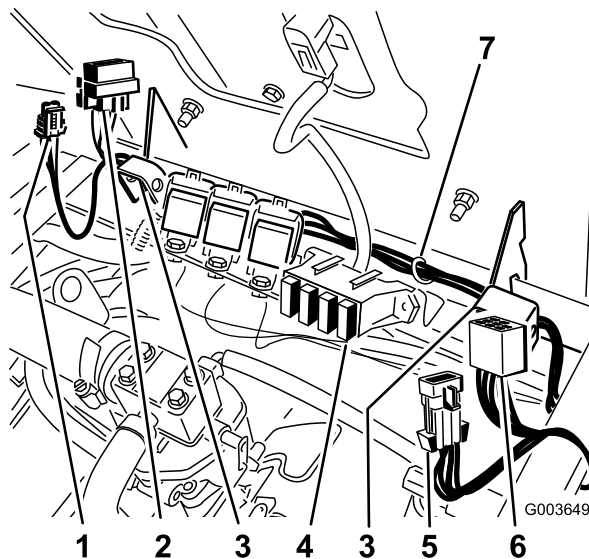

Рисунок 33
3. Проложите жгут проводки вдоль шарнира сиденья от переключателя к реле, ранее установленному на клапане (Рисунок 33).
Установите предохранитель в правое гнездо блока предохранителей (Рисунок 33).